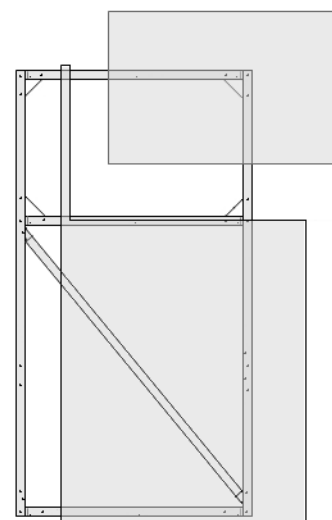

Рис. 10
- 3.2.9. Приложите покрытие к каркасу двери и отметьте маркером места крепления и размеры форточки. Вырежьте форточку (рис. 10) и защитите соты поликарбоната.